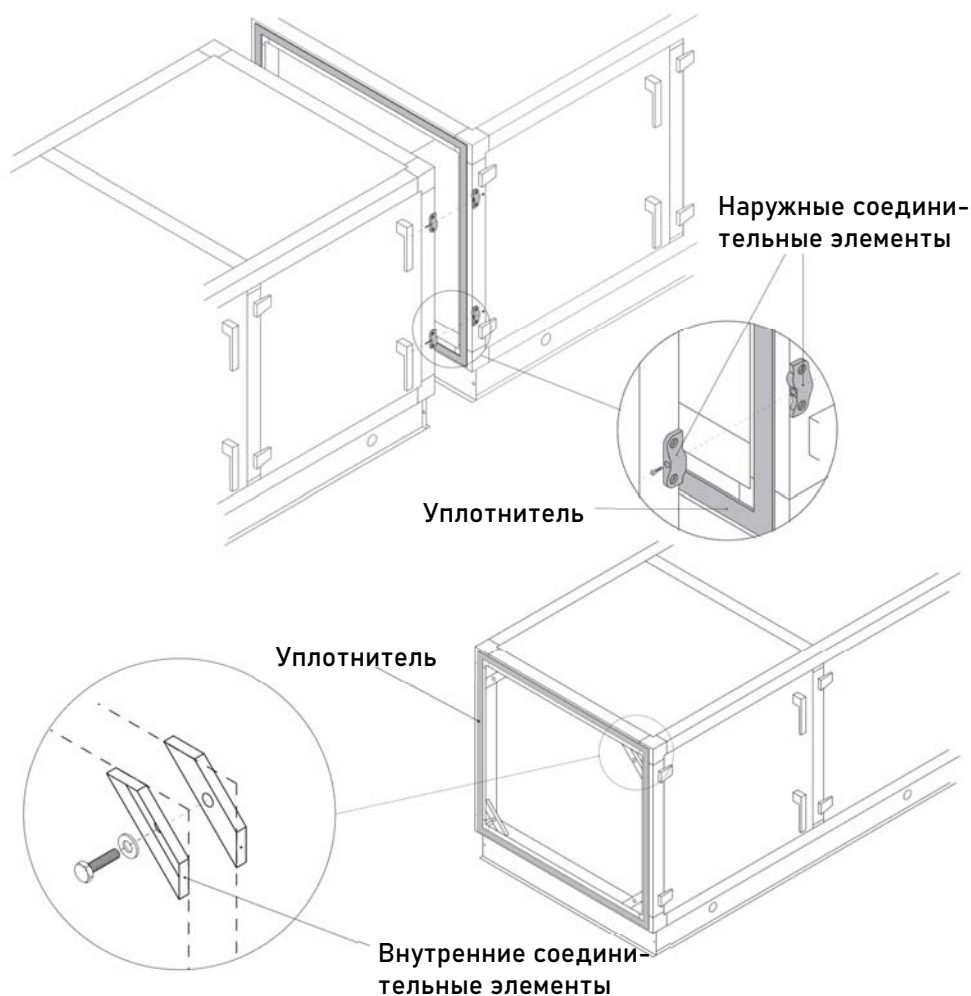

Рисунок 5 - Стыковка секций
- 5.1.4 Если монтажное положение горизонтально (вертикально) на полу, расположите установку в выбранном месте. Если установка состоит из нескольких секций, расположите одну из них в выбранном месте, обклейте поверхность, которой она будет стыковаться уплотнительной лентой и стяните секции при помощи наружных или внутренних соединительных элементов (Рисунок 5).